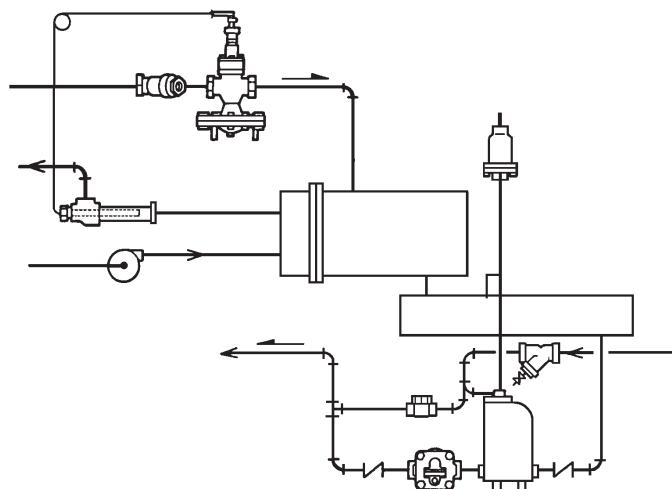

Рис. 4
- 6.** Если существует вероятность того, что давления пара будет хватать чтобы выдавить конденсат в конденсатную линию, надо установить правильно подобранный поплавковый и конденсатоотводчик между насосом и выпускным обратным клапаном. Рис. 4.